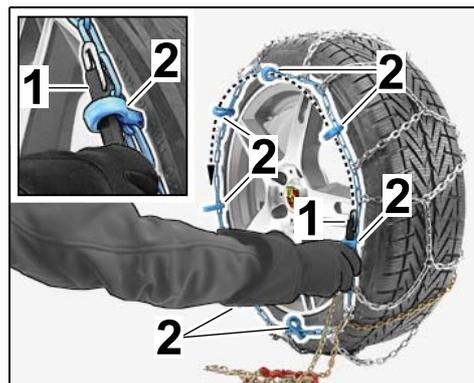

Figura 10
- 2.3.2 Infilare il tenditore in gomma con gancio attraverso l'occhiello in plastica (⇒ *Figura 10*).
- 2.3.3 Applicare la parte restante della catena formando un cerchio (⇒ *Figura 10-freccia-*) su tutta la circonferenza della ruota, utilizzando gli altri occhielli in plastica.